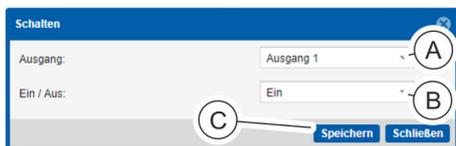

Abb. 119: Fenster „GPIO Output“
- ⇒ Es öffnet sich das Fenster „GPIO Output“ (Abb. 119).
2. ➤ Im Auswahlfeld „Ausgang“ (Abb. 119/Ⓐ) den gewünschten Ausgang auswählen.
3. ➤ Im Auswahlfeld „Kommando“ (Abb. 119/Ⓑ) die Einstellung „ON“ bzw. „OFF“ auswählen.
4. ➤ Einstellung über die Schaltfläche „Speichern“ (Abb. 119/Ⓒ) übernehmen.